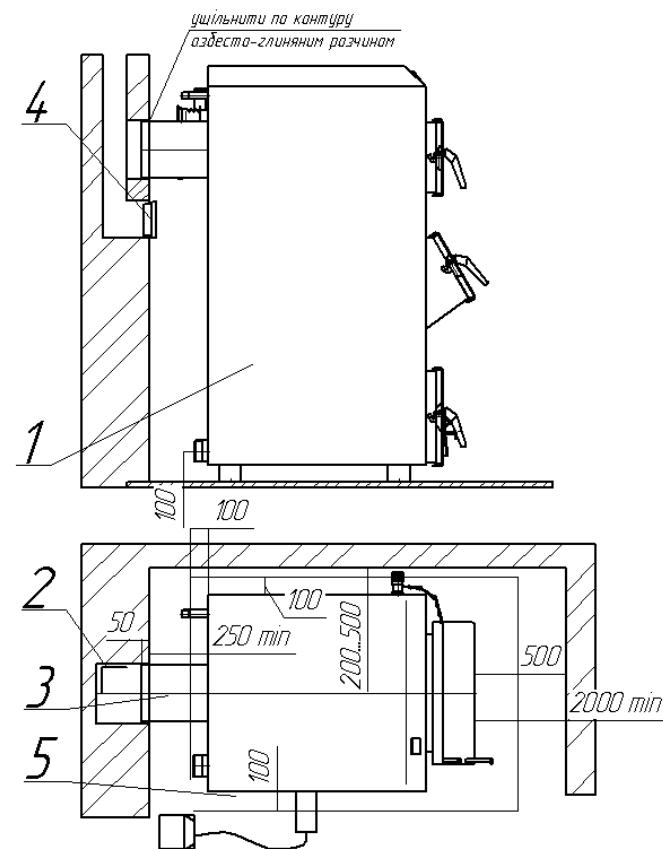

Рис. 2 Рекомендована схема установки апарата і приєднання до димової труби.
- рекомендовані розміри установки апарата згідно рис. 2.